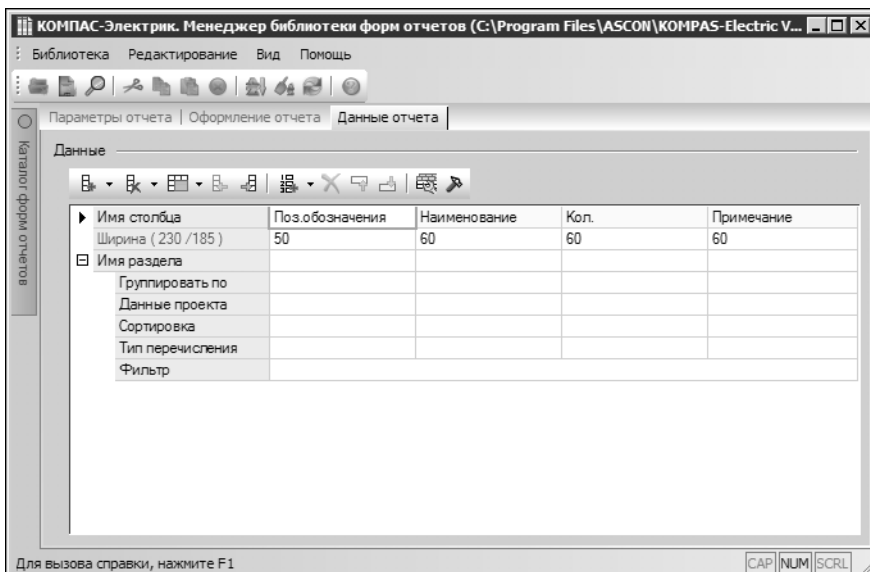

Рис. 14.14. Пример настройки стиля
11. С помощью команды **Добавить столбец** создайте четыре столбца и введите их названия: *Поз. обозначение, Наименование, Кол., Примечание* (рис.14.14).